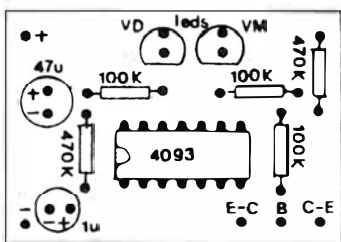

Fig.4
- FIG. 4 - CHAPEADO DA MONTAGEM - A plaquinha de impresso, agora, é vista pela sua face não cobreada, já com todas as principais peças posicionadas, identificadas, estilizadas e codificadas em seus valores e polaridades... Observar principalmente o posicionamento do integrado, com sua extremidade marcada voltada para a borda que contém os dois capacitores eletrolíticos... Estes (os capacitores eletrolíticos...), à propósito, tem também posição única e certa para inserção e soldagem dos seus terminais, quanto à respec-